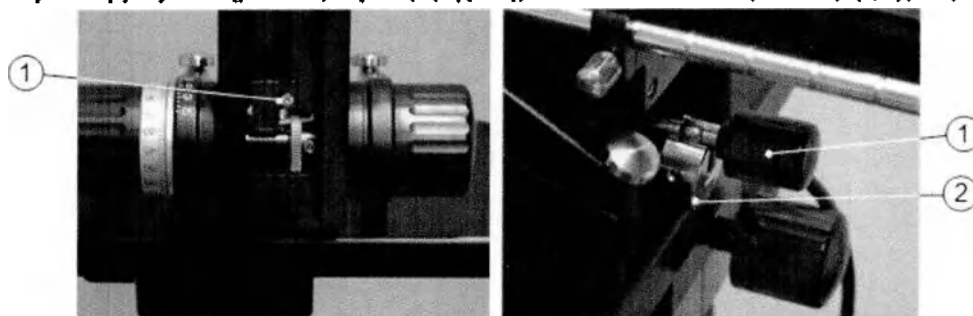

Рис. 6.5. Закрепление винтов (слева), опускание (справа)
- 7 Закрепите датчик 2-миллиметровым винтом с внутренним шестигранником (рис. 6-5, слева, цифра 1).
- 8 Верните головку устройства пошагового перемещения в исходное положение. Опустите ручку вниз (рис. 6-5, справа, цифра 1), чтобы она вошла в фиксатор (цифра 2).